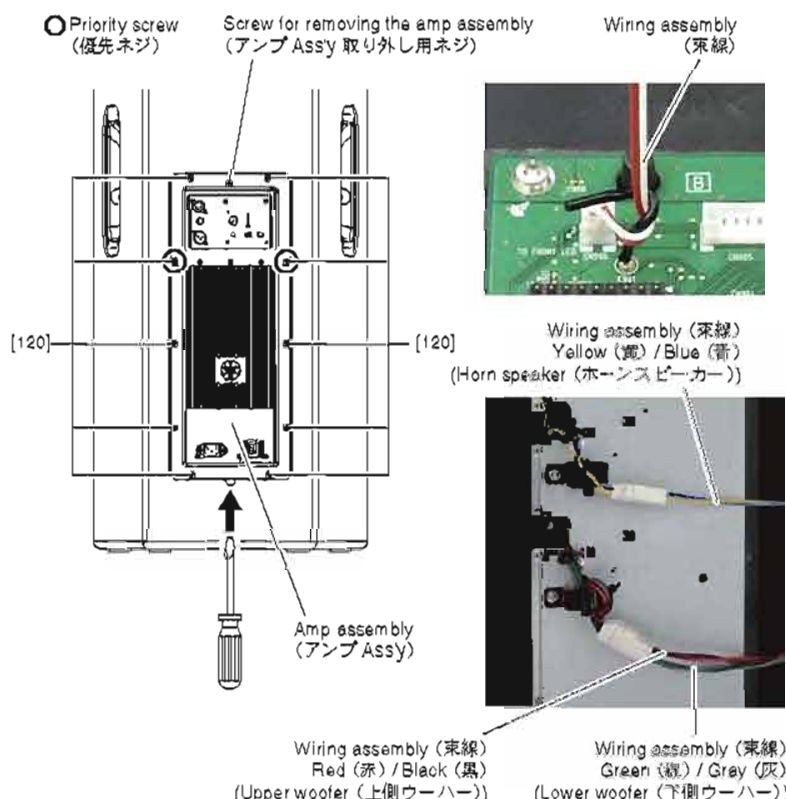

Fig. 8 (図 8)
- (1) Loosen the screw for removing the amp assembly.
- (2) Insert the flat blade screwdriver or the like into the cavity of the cabinet, and push the bottom end of amp assembly up.
- (3) Pull the screw for removing the amp assembly to move up the top end of the amp assembly.
- (4) Hold both top and bottom of the amp assembly to remove it.
- 5-3. Disconnect the connectors of the wiring assemblies. (Fig. 8)
- 5-1. [120] のネジ 10 本を外します。(図 8)
- ※ アンプ Assy を取り付けるときは、図に示す優先ネジ 2 本を先に締めてください。(図 8)
- 5-2. 下記の手順で、慎重にアンプ Assy を取り外してください。(図 8)
- (1) アンプ Assy 取り外し用ネジを緩めます。
- (2) キヤビネットの切り欠きにマイナスドライバーなどを差し込んで、アンプ Assy の下部を浮かせます。
- (3) アンプ Assy 取り外し用ネジを手前に引いてアンプ Assy 上部を浮かせます。
- (4) アンプ Assy の上部と下部を持って、取り外します。
- 5-3. 束線のコネクターを外します。(図 8)